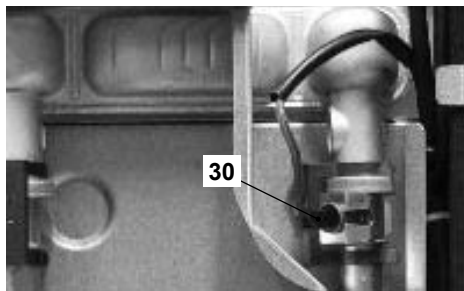

Figura 8.3
- Scollegare il cablaggio della sonda NTC riscaldamento / Massima temperatura riscaldamento 30 in Figura 8.3
- Ricollegare il cablaggio della sonda NTC riscaldamento / Massima temperatura riscaldamento 30 in Figura 8.3